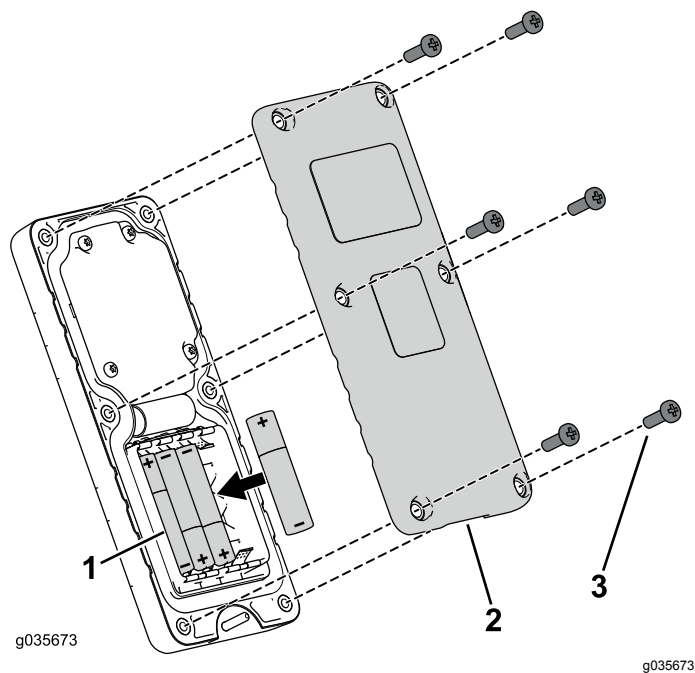

Figura 32
1. Togliete le 6 viti dalla parte posteriore del telecomando e togliete il coperchio (Figura 32).
5. Montate il coperchio e fissatelo con le 6 viti precedentemente rimosse (Figura 32) e serratele a una coppia di 1,5-1,7 N·m.